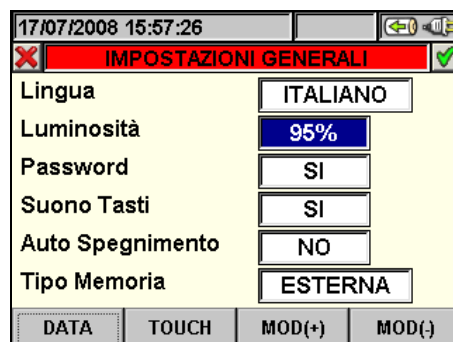

Fig. 11: Videata regolazione luminosità del display
1. Posizionare il cursore con i tasti freccia alto o basso sul campo corrispondente alla voce "Luminosità" evidenziandolo su sfondo blu, come mostrato in Fig. 11: